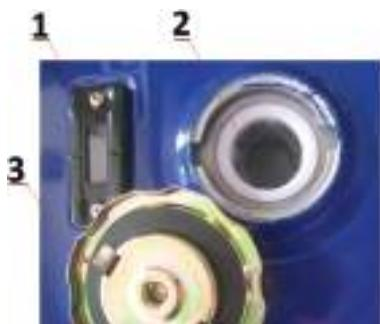

Рис. 2. Топливный бак
- 7.2.2. Открыть крышку топливного бака (3) (рис. 2).
- 7.2.3. Заправить бак топливом, при этом топливо заливать через фильтр (2), встроенный в горловину бака (рис. 2). Использовать чистый бензин с октановым числом не ниже 92. При заправке необходимо оставить некоторое пространство в баке для расширения топлива. Хранить бензин перед использованием не более 30 дней.